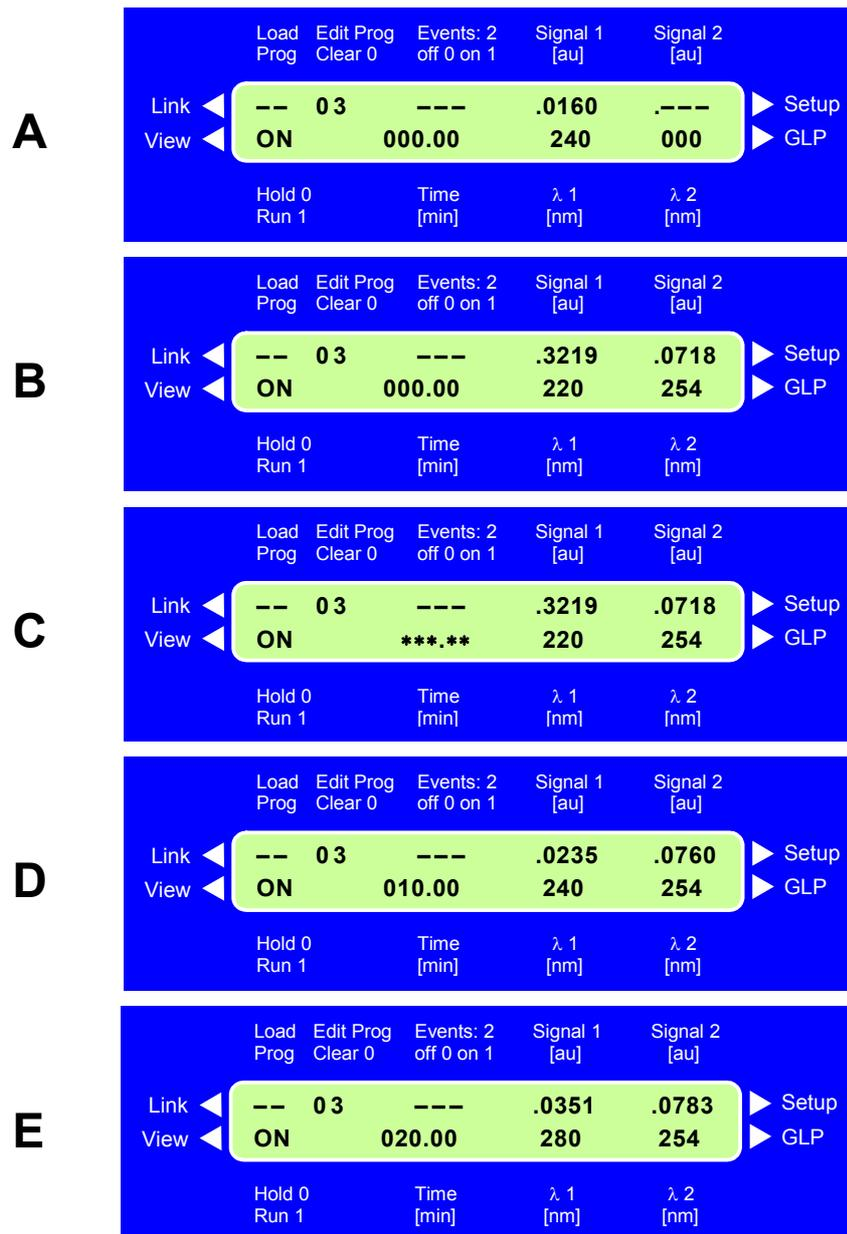

Abb. 24 Fünf Schritte zur Erzeugung eines Programms
- 2) Bewegen Sie den Cursor zum **Edit Prog** Feld und geben Sie eine Nummer für das neue Programm ein (hier: 03). Der Cursor geht dann automatisch zur Zeit 000.00, der festen Startzeit (**Darstellung A** in Abb. 24).